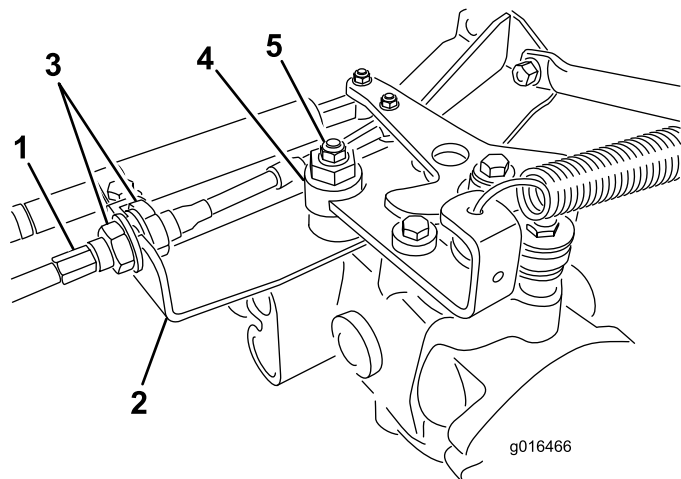

Figura 43
A. Allentate entrambi i controdadi che fissano il cavo di comando della trazione alla paratia dell'igrostatato (Figura 43). Verificate che i controdadi siano ugualmente allentati, in modo sufficiente da consentire la messa a punto.
B. Allentate il dado che fissa l'eccentrico alla parte superiore dell'igrostatato (Figura 43).
D. Fate girare l'eccentrico finché non riscontrate movimenti in alcuna direzione. Quando la ruota cessa di girare, serrate il dado di bloccaggio dell'eccentrico per mantenere la messa a punto (Figura 43). Verificate la regolazione portando l'acceleratore in posizione Slow e Fast.
E. Da ambo i lati della piastra serrate in modo **uniforme** i dadi che fissano il cavo di trazione alla piastra (Figura 43). Non torcete il cavo.